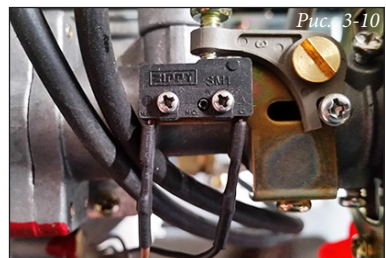

Рис. 3-10
- отсоедините провода микропереключателя (Рис. 3-10);